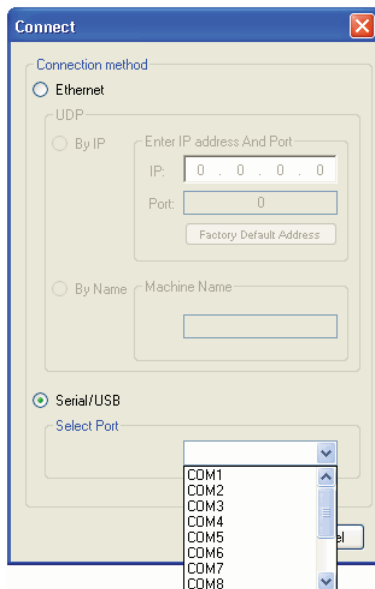

Рис. 4. Окно *Connect Serial/USB*
3. Для обновления с помощью подключения RS-232 или USB щелкните на позиции **Serial/USB** (см. рис. 4).